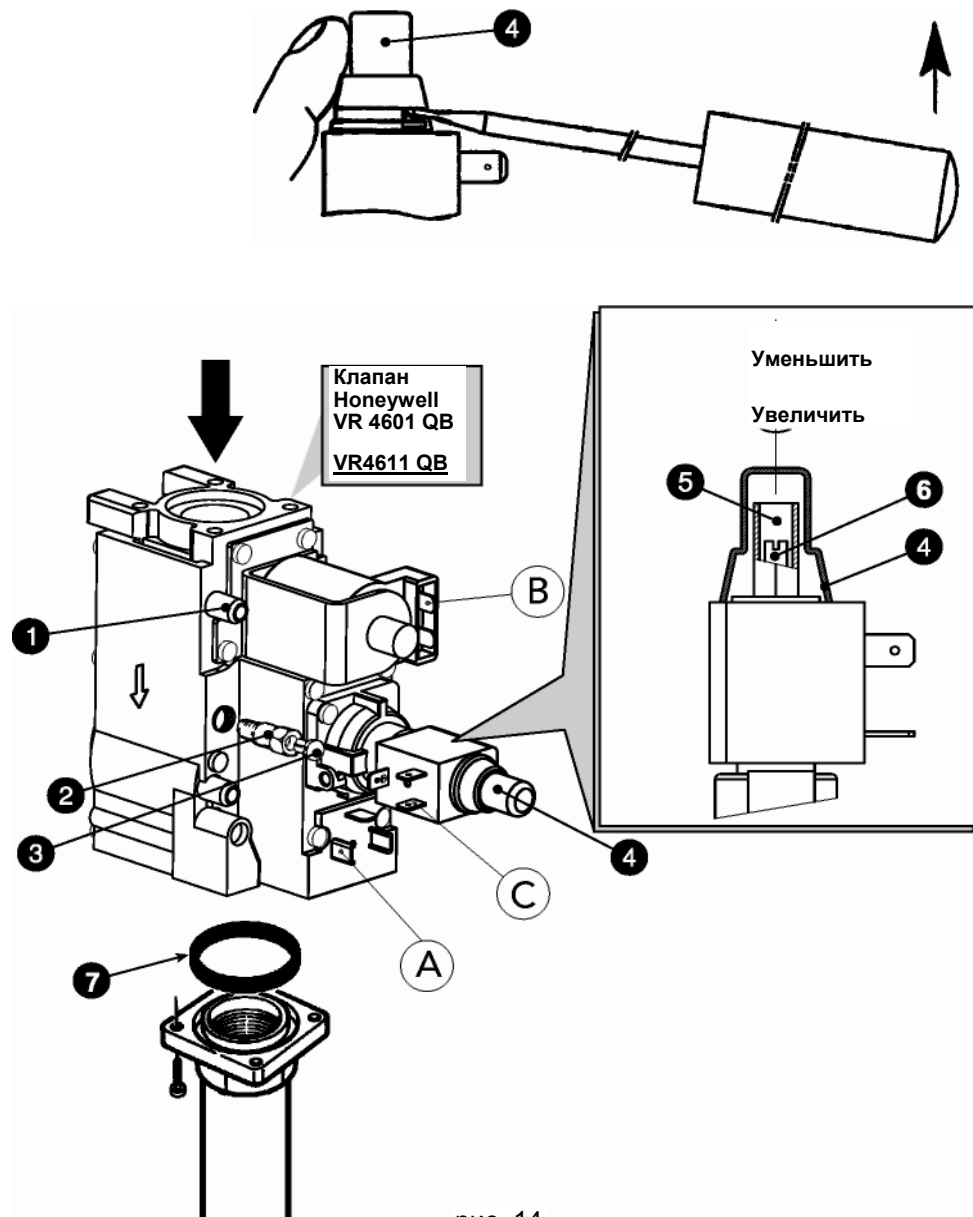

рис. 14
Операции по регулировке давления проводятся на работающем котле при помощи регулятора давления, установленном на 2-этапных клапанах газа (смотри рис. 14).
- 3 Снимите защитную крышку с регулятора давления 4 на рис. 14.
- 1 Медленно поверните по часовой стрелке рукоятку термостата регулировки до 1-го щелчка; газ будет подаваться через клапан только на соединения А и В (смотри рис. 14).
- 2 Поверните винт 6 на рис. 14 и убедитесь, что давление соответствует значениям в таблице технических данных в параграфе 4.3.
- 1 Установите рукоятку термостата регулировки на максимальное значение; газ будет подаваться через клапан на соединения А, В и С (смотри рис. 14).
- 2 Поверните винт 5 на рис. 14 и убедитесь, что давление соответствует значениям в таблице технических данных в параграфе 4.3.
- 2 Снимите с газового клапана маленькую пробку 3 (рис. 14), привинтите к клапану ступенчатый регулятор зажигания 2, входящий в набор переработки, затем снова установите на регулятор пробку 3.
Проведите те же операции, не забыв снять ступенчатый регулятор зажигания 2 на рис. 14 с газового клапана; пробка 3 на рис. 14 должна устанавливаться прямо на клапан.
- Отвинтить два винта, которыми соединения крепятся к газовым клапанам (смотри рис. 14) и вынуть соединения из клапанов.